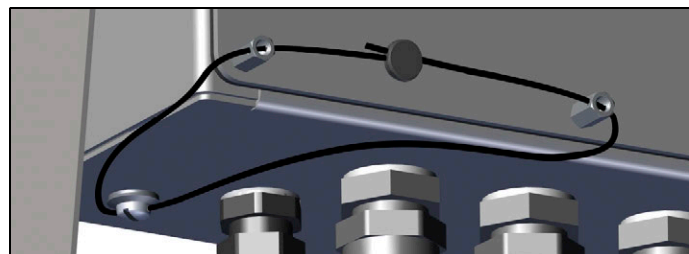

Figura 2-11. Sellado del 882D
2. Pase el alambre de sellado por los separadores hexagonales perforados en la placa posterior y luego por el tornillo de cabeza cilíndrica en la parte inferior de la carcasa, tal como se muestra en la Figura 2-11.